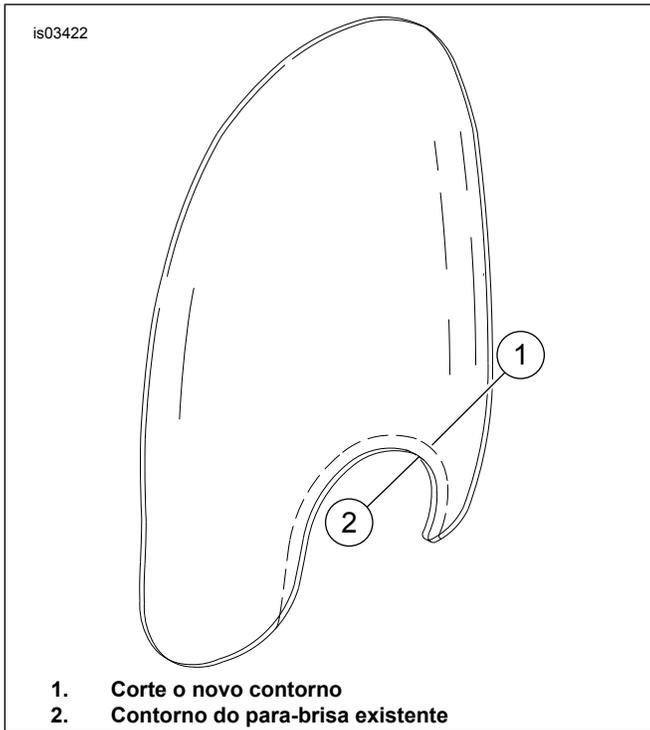

Figura 9. Aparo de um para-brisa removível
1. Veja Figura 9. Cubra os 50 mm (2 in) inferiores do para-brisa mais perto do contorno do farol dianteiro nos dois lados do para-brisa com duas camadas de fita. Esta fita fornece uma superfície para marcar o corte novo, assim como mantém o corte limpo durante o processo.
2. Marque o novo local de corte ao longo, e a aproximadamente 31,8 mm (1 1/4 in) do contorno do farol dianteiro existente como mostrado na Figura 9, conforme a linha sublinhada (1).